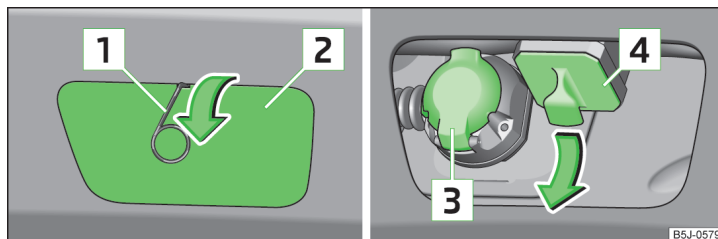
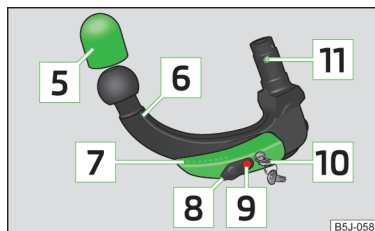

Fig. 117 Demontarea măștii: la bara de protecție spate / pentru locașul de fixare
Fig. 118
Descrierea imaginii » fig. 117 și » fig. 118
- Detașați masca de pe bara de protecție din spate **2** » fig. 117 la pagina 122 cu ajutorul bridei pentru extragerea capacelor de roată, în sensul săgeții.
- Scoateți masca pentru locașul de fixare **4** » fig. 117 la pagina 122 în sensul săgeții » **!**.
După demontare, păstrați masca **2** precum și masca **4** » fig. 117 la pagina 122 într-un loc adecvat, în portbagaj.
- Introduceți masca pentru locașul de fixare **4** » fig. 117 la pagina 122 în sens opus săgeții.
- Aplicați masca pe bara de protecție spate **2** » fig. 117 la pagina 122 la „cârligele” din partea de jos a barei de protecție.